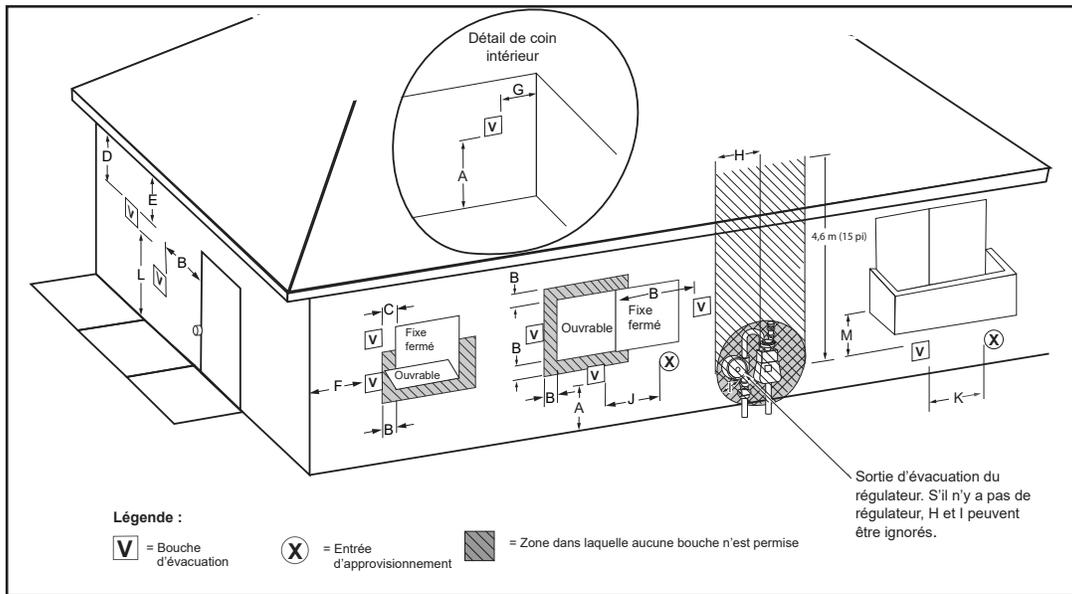

Figure 27. Évacuation mécanique utilisant l'air extérieur
2. Pour installer uniquement la tuyauterie d'évacuation (gaz de combustion) dans une configuration à dispositif d'évacuation mécanique à travers un mur, s'assurer que tous les dégagements muraux extérieurs prescrits pour la bouche d'extrémité, illustrés à la **Figure 27** (page 28), sont bien respectés. Ces dégagements et ceux cités par les codes locaux et nationaux doivent être maintenus.